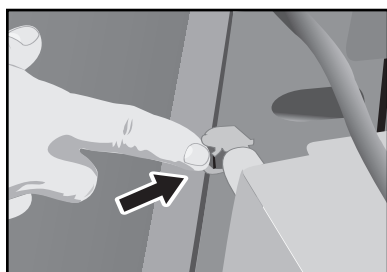

Fig.38
- Pour dégager (déconnecter) le réservoir d'eau externe, pousser le bouton de dégagement (de couleur argent) sur le raccord rapide du cabinet, saisir les poignées encastrées de chaque côté du réservoir et retirer. Voir les *fig. 38, 39*.